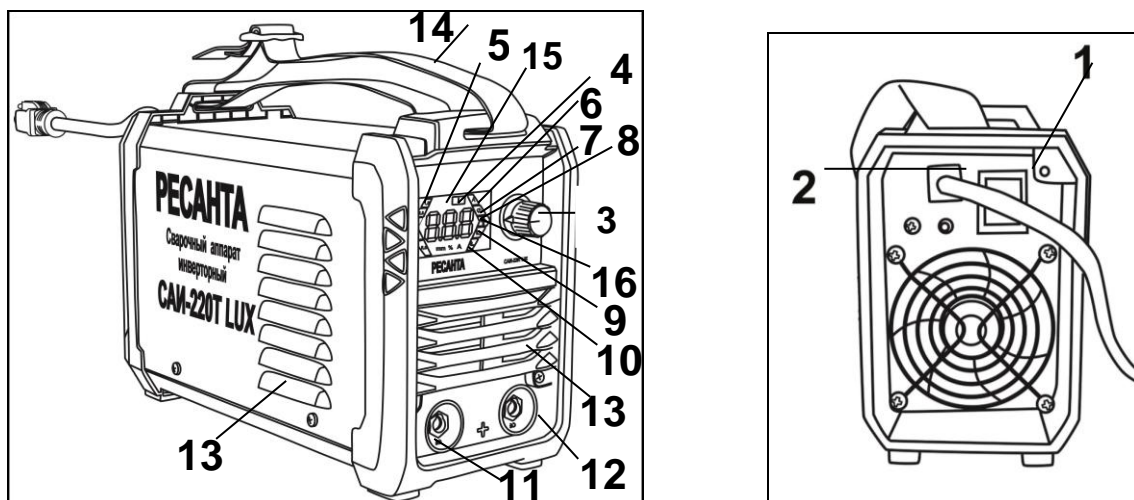
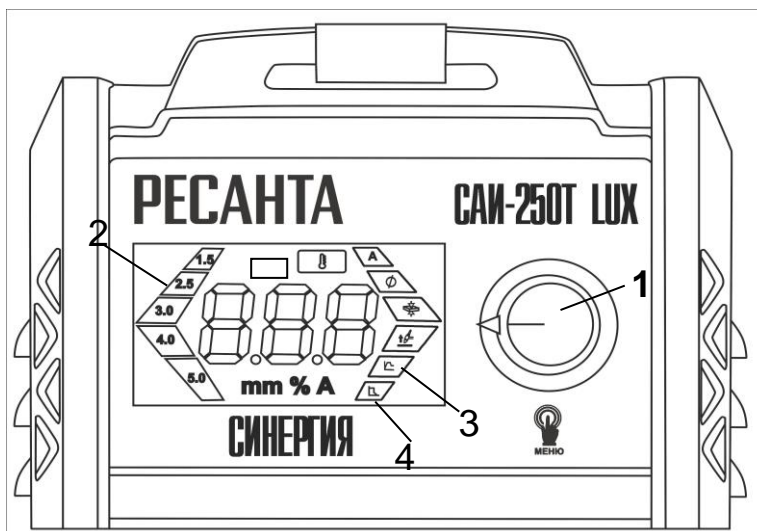

Рис. 1. Общий вид
Рис.2 Управление режимами/функциями ручной регулировкой
2. Регулировка сварочного тока осуществляется вращением регулятора 1(рис.1). При этом на дисплее будет отображаться рекомендуемый диаметр электрода 2(рис.2).
3.Регулировка параметров функции «Горячий старт» 3 (рис.2) осуществляется регулятором 1(рис.2). Регулировка осуществляется в диапазоне от 1 до 10, где каждая цифра означает увеличение тока в % («1» означает увеличение выставленного на дисплее тока на 10%, «2» - на 20%, ... «10» - означает увеличение выставленного тока на дисплее в 2 раза. При максимальном токе данный параметр увеличиваться не будет.
4.Регулировка параметров функции «Форсаж дуги» 4(рис.2) осуществляется регулятором 1(рис.2), регулируя величину форсажа дуги в диапазоне от 1 до 10, где каждая цифра означает увеличение тока в % («1» означает увеличение выставленного на дисплее тока на 10%, «2» - на 20%, ... «10» - означает увеличение выставленного тока на дисплее в 2 раза. При максимальном токе данный параметр увеличиваться не будет.
- После зажигания дуги старайтесь сохранять расстояние между рабочей поверхностью (Вашей деталью) и электродом приблизительно равное диаметру самого электрода примерно 3 – 5 мм. Необходимо соблюдать это расстояние постоянно во время сварки. Угол наклона электрода от вертикальной оси должен быть от 20° до 30° (Рис 8 (рис.2)).